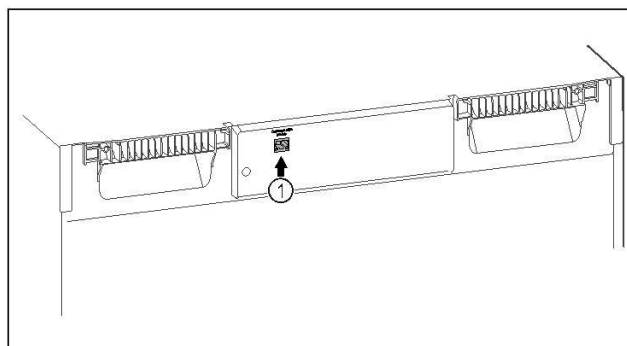

Fig. 71
- || SmartModule Fig. 71 (1) is geplaatst.